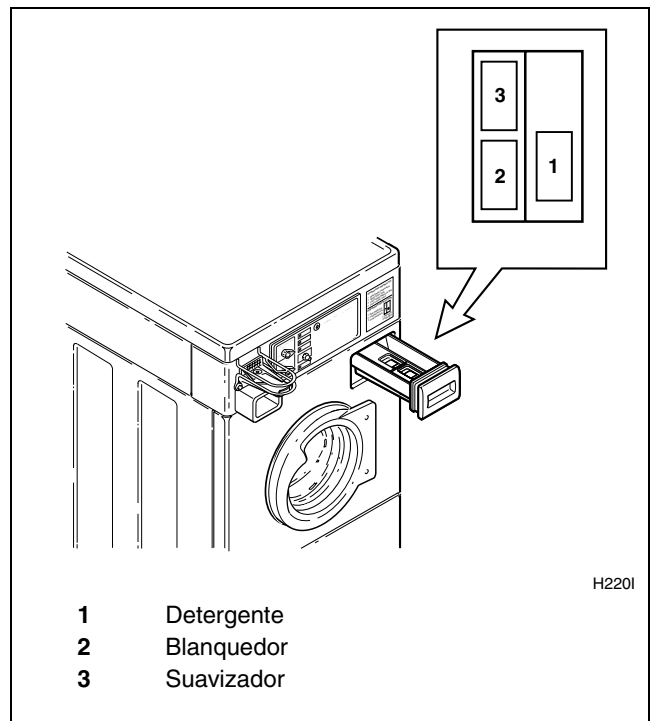

Figura 21
Abra la gaveta del surtidor. Mida y agregue detergente de baja espuma (1) blanqueador (2) y suavizador de tela (3) a la gaveta del surtidor (consulte la *Figura 21*). Cierre la gaveta del surtidor.